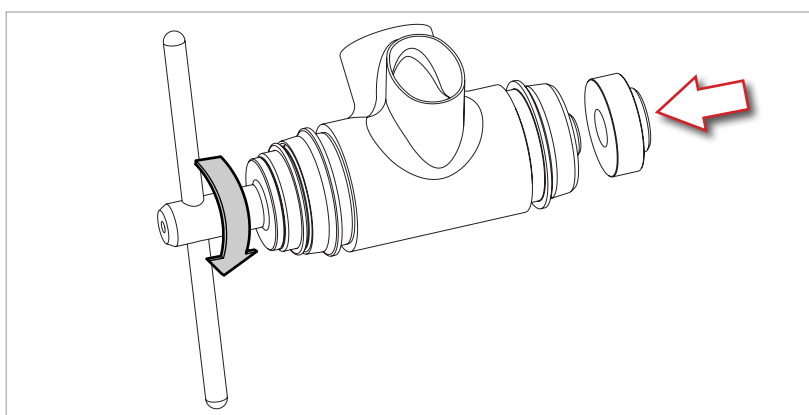

Fig.2
- Avvitare l'utensile UT-BB240 nella guida calotta sinistra fino ad appoggiarvi alla calotta stessa (Fig. 2).